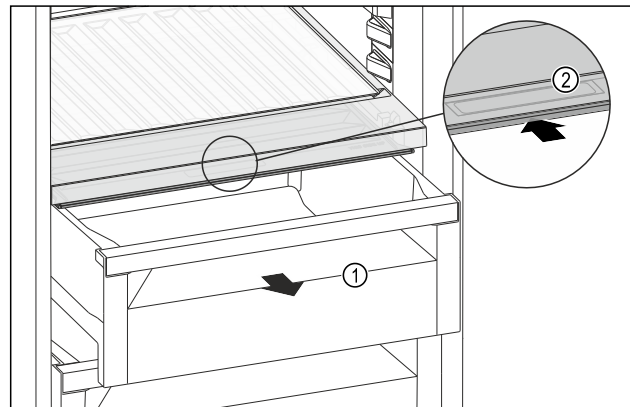

Fig. 157
- Estrarre il cassetto Fig. 157 (1).
- Afferrare la maniglia incassata Fig. 157 (2) sul coperchio dello scomparto e spingere allo stesso tempo all'indietro il coperchio dello scomparto.